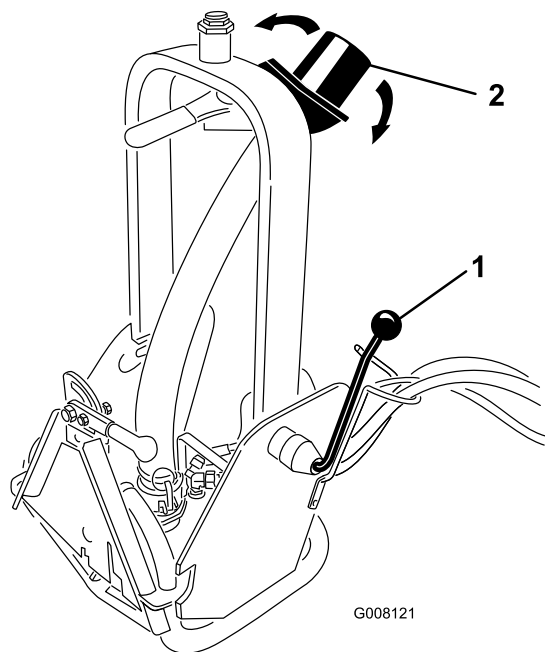

Figura 6
O bocal de descarga (Figura 6) pode ser ajustado para cima e para baixo ou de um lado para o outro para direccionar o fluxo para a localização pretendida.
- Rode o manípulo de bloqueio (Figura 6) para desbloquear a coluna de articulação.